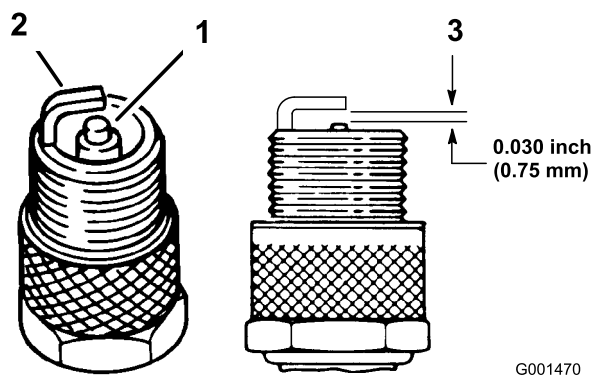

Figure 30
3. Vérifiez l'état des électrodes latérale et centrale, ainsi que l'isolateur central (Figure 30).
4. Réglez l'écartement entre les électrodes centrale et latérale à 0,76 mm (Figure 30). Montez la bougie avec l'écartement correct et serrez-la à 20 Nm.